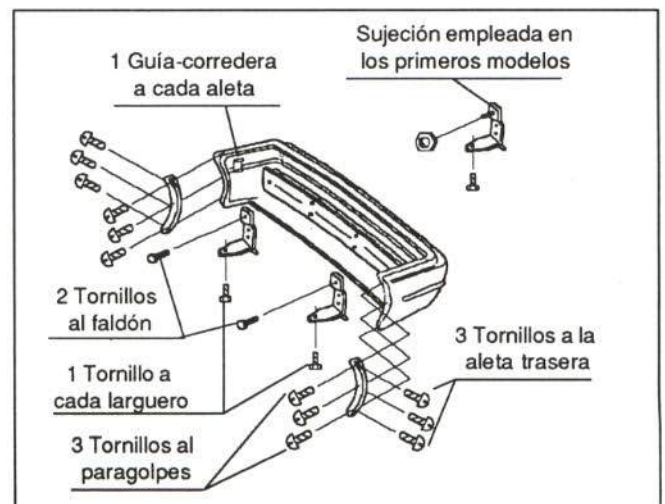

Figura 52.- Unión del paragolpes
- Paragolpes trasero (figura 52)